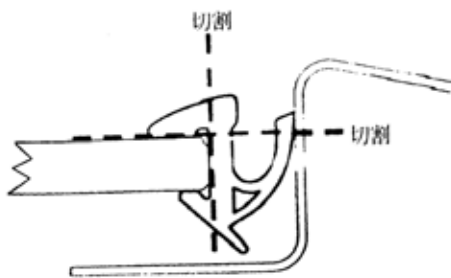

图 9-226
(1)如图 9-226 所示，用刀割开框架。注意：勿用刀损坏车身。